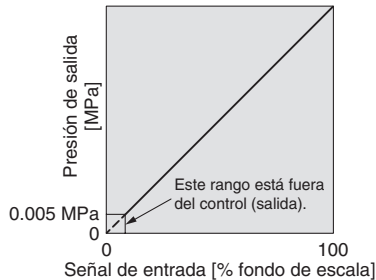

Fig. 1 Gráfico de características de entrada/salida
- \*1 Consulta la Fig. 1 para ver la relación entre la presión de regulación y la entrada. Dado que la presión de regulación máx. difiere para cada indicación de presión, consulta la pág. 58.